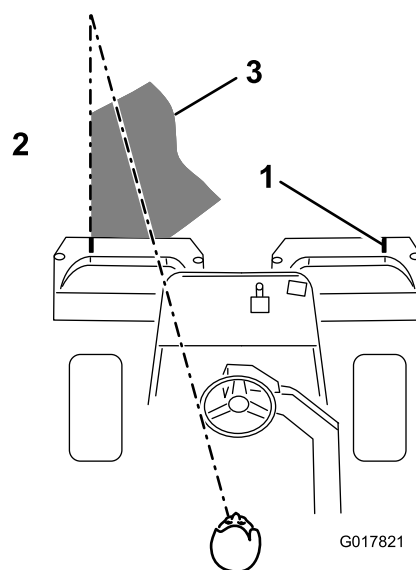

Figura 38
4. Sobreponha uma quantidade mínima com o corte anterior nas passagens adicionais. Para cortar em linha recta ao longo do relvado e de modo a conseguir manter uma distância equitativa entre a extremidade da zona de corte anterior, estabeleça uma linha imaginária de aproximadamente 1,8 a 3 metros à frente da máquina até a extremidade da zona por cortar (Figura 38). Alguns utilizadores acham útil incluir a borda exterior da roda motriz na linha imaginária; por exemplo, mantenha a extremidade da roda motriz alinhada com um ponto que se mantém sempre à mesma distância da dianteira da máquina (Figura 38).